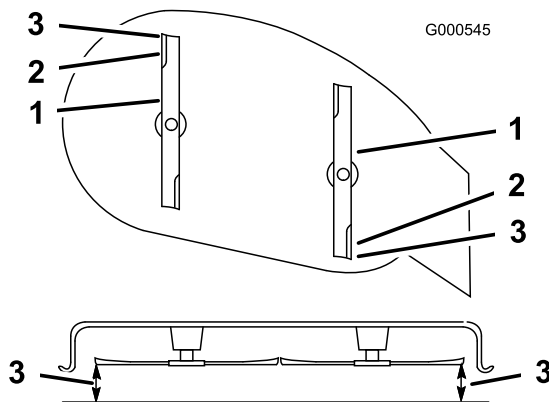

Figura 37
6. Misurate il valore dalla punta della lama anteriore e dalla punta della lama posteriore alla superficie piana (Figura 37). Se la punta della lama anteriore non è inferiore alla punta della lama posteriore di 0-6 mm, regolate il dado di bloccaggio anteriore.
Nota: Continuate la regolazione del dado finché la punta della lama anteriore non è più bassa di 0-6 mm rispetto a quella posteriore (Figura 37).